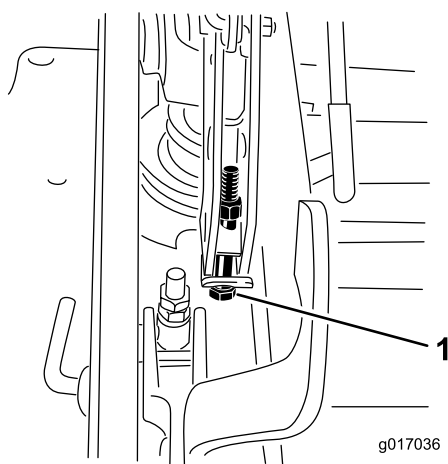

Figure 102
13. Si le plateau est trop bas, serrez le boulon de réglage monopoint dans le sens horaire. Si le plateau est trop haut, desserrez le boulon de réglage monopoint dans le sens antihoraire (Figure 102).
14. Serrez les 2 boulons au bas de la plaque de hauteur de coupe (Figure 102).